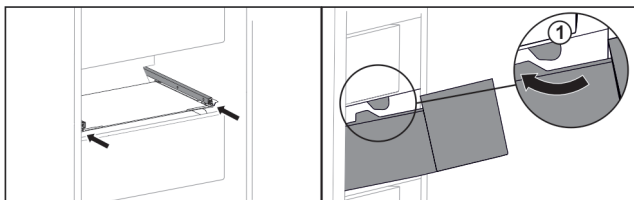

Fig. 31
- ▶ Preved'te zásuvku okolo zarážok Fig. 31 (1).*